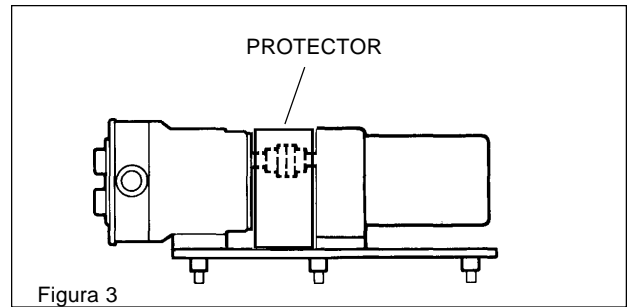

Figura 3
F. Base de patas ajustables usada normalmente para bombas sanitarias. (Vea la figura 3) Para lavar debajo de la base. Se puede mover o cambiar de posición con facilidad.